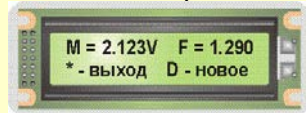

Рис. 9.11. Вид ЖКИ БУК в режиме «Калибровка»
по истечении времени, равного установленному периоду измерения, в память БУК запишутся новые значения параметров сигнала (амплитуды (М) и частоты (f)), которые высветятся на ЖКИ БУК в виде, приведенном на рис. 9.11.
- если значения записанных в память прибора параметров (рис. 9.11) не отличаются от значений п. 2 таблицы 4.1 паспорта прибора (ПС114**.000-03) более чем на $\pm 30\%$, то необходимо записать полученные значения параметров в п. 3 таблицы 4.1 паспорта прибора (ПС114**.000-03).
9.2.5.2.3. Ввести пароль «31284», после чего на ЖКИ высветится сообщение, приведенное на рис. 9.11.
После отпускания кнопки «ВВОД» сжатый воздух подается еще в течение 3-х секунд, в течение которых в память влагомера записываются новые, усредненные за 3с, значения параметров сигнала, которые высветятся на ЖКИ БУК в виде, приведенном на рис. 9.11;
9.2.5.2.5. Зафиксировать значения параметров сигнала (амплитуды (M) и частоты (f)), которые высветятся на ЖКИ БУК (см. рис. 9.11).
- в соответствии с указаниями 9.2.5.2.2 - 9.2.5.2.4 записать в память прибора параметры сигнала (амплитуды (М) и частоты (f)), которые высветятся на ЖКИ БУК в виде, приведенном на рис. 9.11.
- Если значения записанных в память прибора параметров (рис. 9.11) не отличаются от значений п. 2 таблицы 4.1 паспорта прибора (ПС114**.000-03) более чем на $\pm 50\%$, то необходимо записать полученные значения параметров в п. 3 таблицы 4.1 паспорта прибора (ПС114**.000-03);
- записать значение частоты (f), высвечиваемое на ЖКИ (см. рис. 9.11);